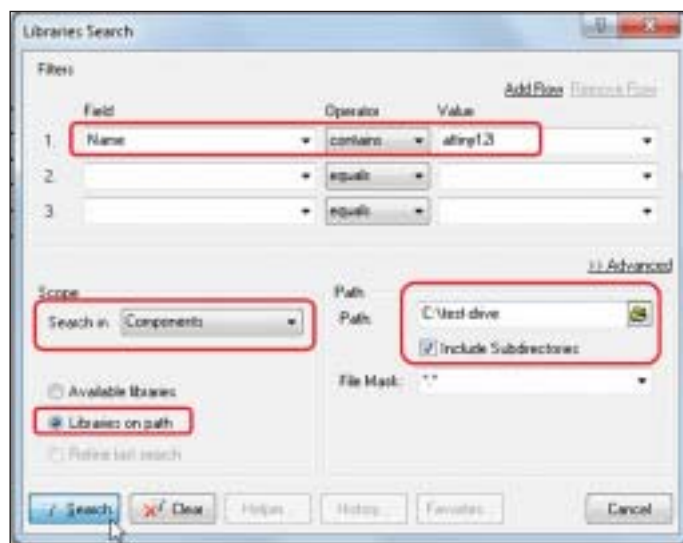

Рис. 15. Окно *Libraries Search*
5. Для поиска последнего компонента нажмите кнопку *Search*, расположенную в верхней части панели *Libraries*, или выполните команду *Tools/Find Component*. Откроется диалоговое окно *Libraries Search* (рис. 15).